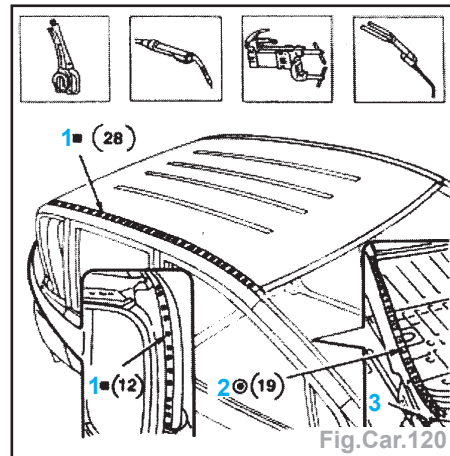
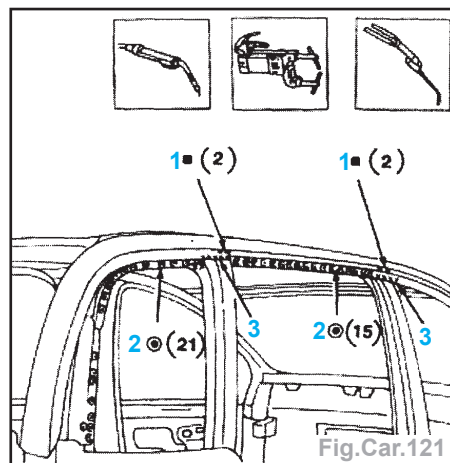

Fig.Car.120
Fig.Car.121
- Effectuer des soudures (Fig.Car.120) :
- par points (1),
- en remplissage (2) dans les trous,
- en brasure (3).
- Effectuer des soudures (Fig.Car.121) :